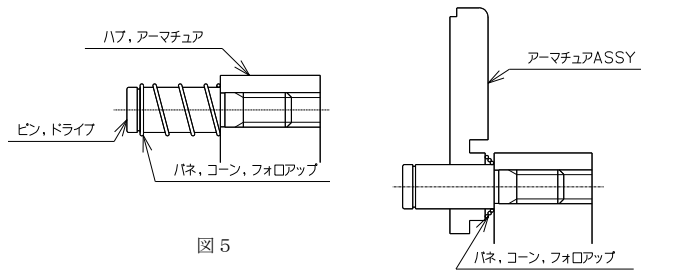

図5
- ・パネ,コーン,フォロアップを径の小さい方がハブ,アーマチュア側になるように、ピン,ドライブに入れてください。(図5)